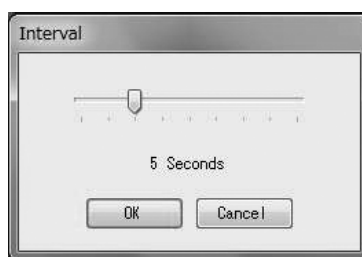

図3-21
- ② ツールバーの  ボタン、またはメニューの「Chart and Recording」 - 「Interval」をクリックすると図3-21 のウィンドウが表示され、チャート表示の更新周期、ロギング周期を設定することができます。